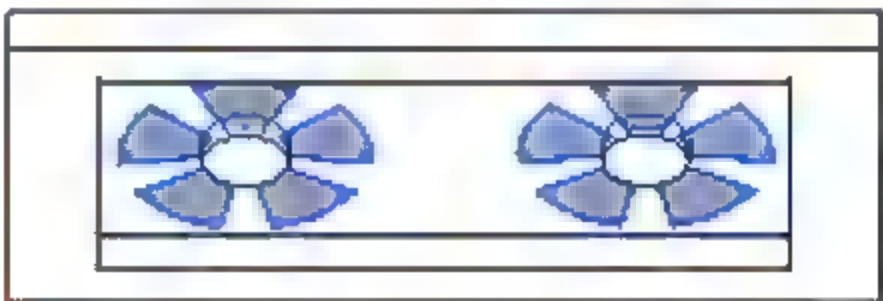

图 8.2.30 扇叶效果
(8) 编辑可见性并添加材质。首先,选中扇叶图元,在“属性”面板中编辑“可见性/图形替换”选项,取消“平面/天花板平面视图”复选框的选择,单击“确定”按钮。其次,添加扇叶的材质,选择“不锈钢”类型,单击“确定”按钮,如图 8.2.30 所示。